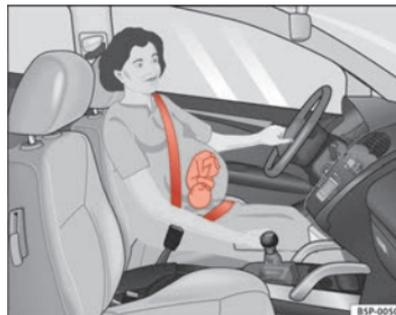

Abb. 14 Gurtbandverlauf bei schwangeren Frauen ▶
- Ziehen Sie das Gurtband an der Schlosszunge gleichmäßig über die Brust und möglichst tief vor das Becken ⇒ Seite 25, Abb. 14.